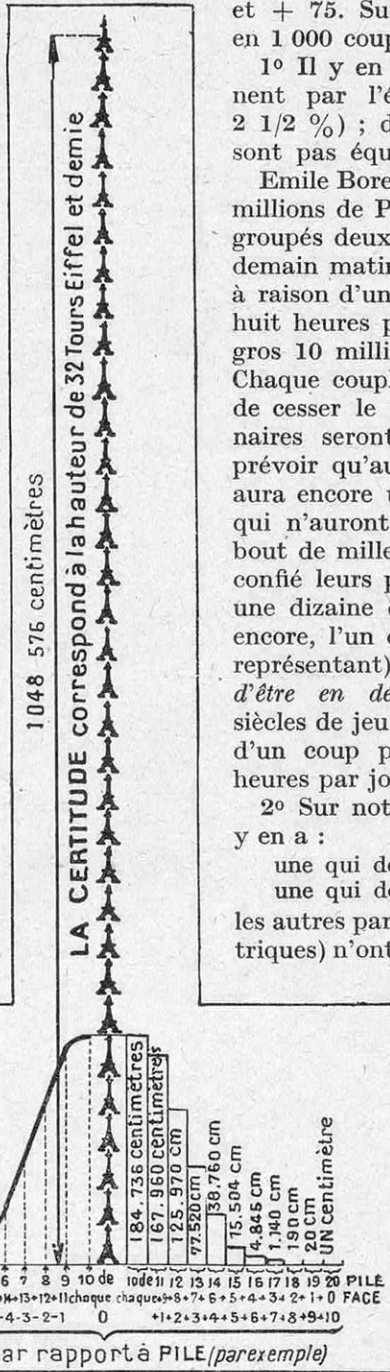
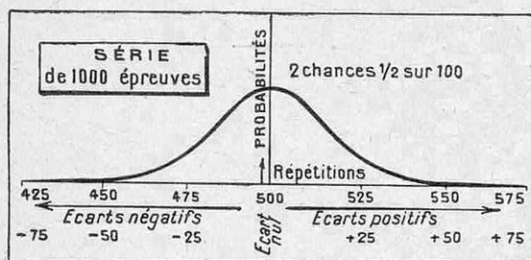
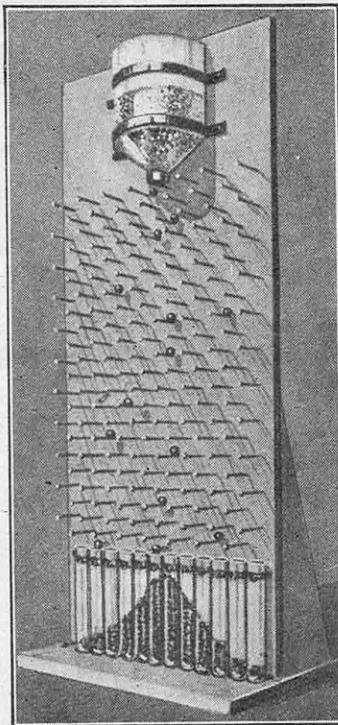

FIG. 2. — LES PARTIES DE PILE OU FACE EN VINGT COUPS
FIG. 3. — LA COURBE NORMALE DES ÉCARTS
FIG. 6. — TRACÉ AUTOMATIQUE DE LA COURBE EN CLOCHE DE GAUSS
(1) Voir *La Science et la Vie*, n° 110, page 97.
Ces résultats sont schématisés par notre figure 2, où chaque partie est représentée par un centimètre : la probabilité d'une partie donnant 20 P aura ainsi la hauteur d'une bille ; la probabilité d'une partie formée de 10 P + 10 F atteindra la hauteur de six Tours Eiffel superposées ; quant à la certitude (c'est-à-dire l'ensemble de toutes les possibilités), elle équivaut à plus de 32 Tours Eiffel (1).
Les parties de 1 000 coups sont représentées par la figure 3, qui, par la même occasion, nous fera mieux comprendre le côté gauche de la figure 2 ; cette courbe, qui a reçu divers noms (courbe de Gauss, courbe binomiale, courbe en cloche, courbe en chapeau de gendarme), représente les probabilités de tous les écarts. Dans le cas qui nous occupe, elle est pratiquement comprise entre - 75
Ce qui est essentiel, c'est de savoir classer ce million de parties en quatre groupes également nombreux. C'est là une application de calcul infinitésimal, dont on apercevra l'idée directrice en comparant les deux figures 3 et 4 : on part de la surface comprise entre le chapeau de gendarme et l'horizontale, et cette surface est coupée en quatre parties égales, deux surfaces noires et deux surfaces grises ; le calcul montre que les surfaces noires sont limitées par les écarts ±10
La figure 3 nous montre, en outre, que les écarts importants sont tout à fait exceptionnels : telle est l'expression précise d'une *compensation approximative*. Nous indiquons ci-après les probabilités de dépasser (dans un
La courbe en cloche (fig. 3 et 4) est, dans les circonstances les plus simples, l'expression de la *loi du hasard*, de la *loi des grands nombres*. Le savant anglais Francis Galton (1822-1911) a imaginé un appareil (fig. 6), qui permet de la tracer automatiquement. De nombreuses rangées horizontales de clous sont plantées dans une planchette verticale ; par une sorte d'entonnoir, on lâche de la grenaille sur ce réseau de clous ; et des tubes verticaux, en verre et placés en bas, recueillent les grains de plomb. La route de chacun d'eux est « dictée par le hasard » : mille influences la modifient plus ou moins, y compris l'agitation de l'air et les trépidations imperceptibles de l'instrument. Il est humainement impossible de prédire le chemin que suivra un grain, en heurtant différents clous. Et on obtient une représentation de la courbe de Gauss, avec d'autant plus d'exactitude que les obstacles sont plus nombreux.